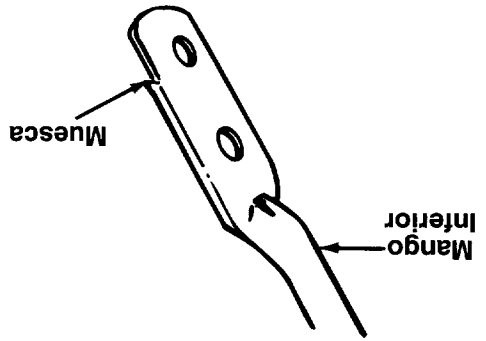

FIGURA 12.
- Gire el mango inferior para que la muesca se dirija hacia el frente como se demuestra en la figura 12. Vuelva a montarlo, colocando los agujeros inferiores del mango sobre los pernos de los soportes.